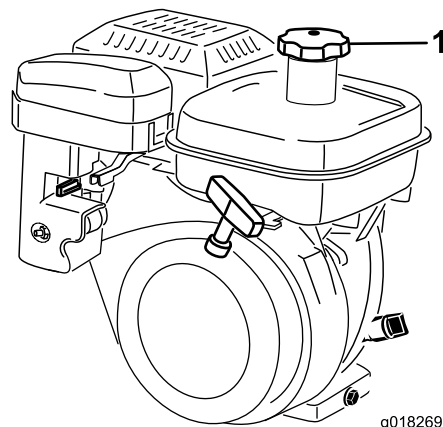

図 22
1. 燃料キャップ 図 22 の周囲をきれいに拭いてからキャップを外す。無鉛ガソリンをフィルタスクリーンの下まで給油する。入れすぎないこと。